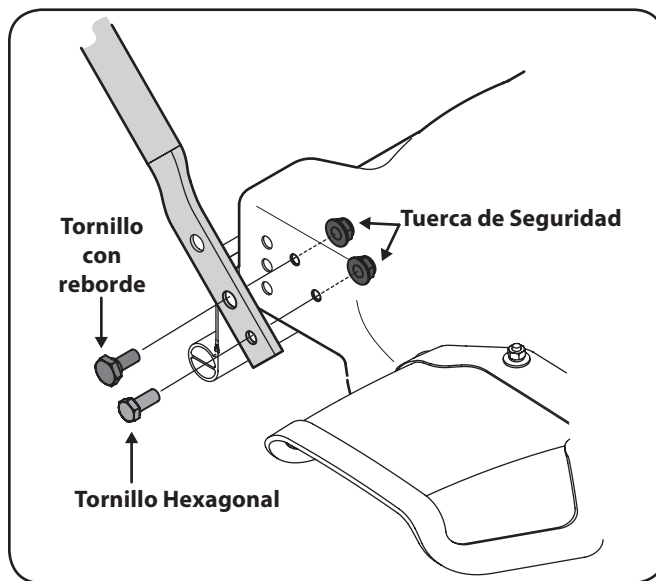

Figura 3-2
3. Fije la manija inferior a la plataforma con los tornillos hexagonales, los tornillos con reborde y las tuercas de seguridad con brida. Vea Figura 3-2.